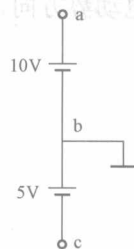

图 1-6 电位参考点
【例 1-1】 如图 1-6 所示，如果以 b 点为参考点，请指出电路中其它两点 a、c 的电位。
(1) 电压的定义。电压又称电位差，是衡量电场力做功本领大小的物理量。任意两点间的电压，在数值上等于这两点电位之差，通常用带双注脚的字母 U 表示。电压是产生电流的原因。如果图 1-6 中 a、b 两点的电位分别用 U_a 、 U_b 表示，则两点 a、b 间的电压可表示为